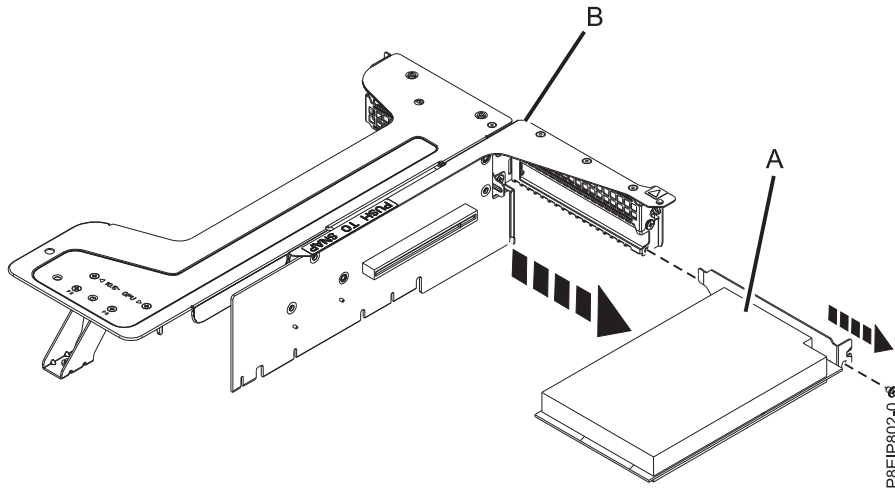

Figure 41. Retrait d'une carte dans la position 2 du connecteur de bus
- i. Déconnectez une carte (A) dans la position 2 du connecteur de bus de la carte PCIe (B) comme indiqué dans la figure 41, à la page 39.